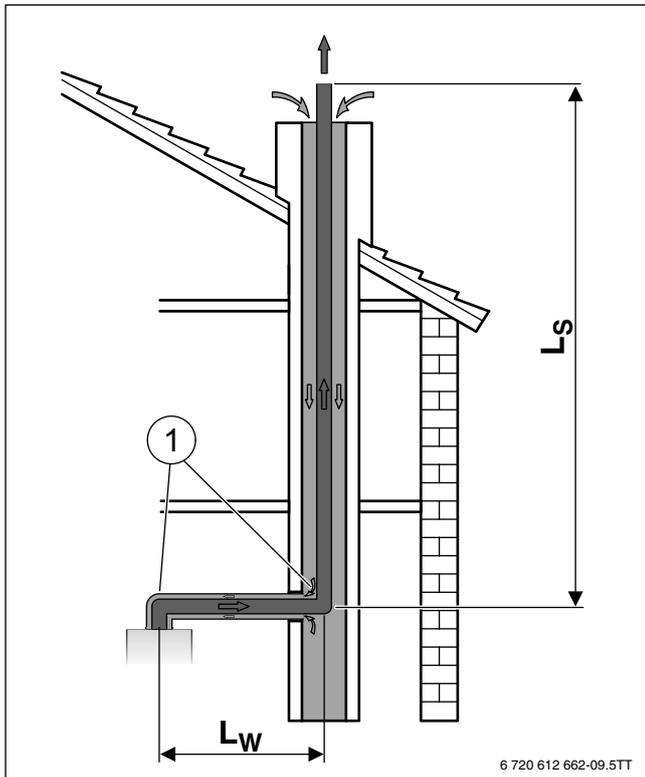

Fig. 23 Convogliamento fumi in un condotto, configurazione C_{93}
- Aspirazione aria comburente in controcorrente attraverso il camino (C_{93} → Fig. 23 e 24):
- Se l'aria comburente è convogliata in controcorrente attraverso il camino (→ Fig. 23 e 24), è necessario prevedere interventi di pulizia.